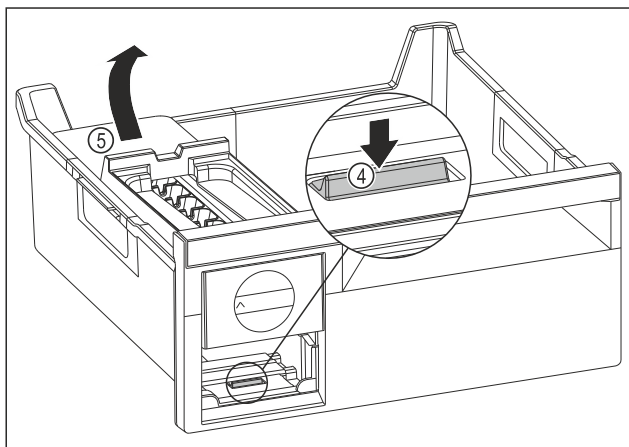

Fig. 197
- Izvadite tijelo sustava EasyTwist-Ice: Pritisnite jezičak Fig. 197 (4) prstom prema dolje i istovremeno drugom rukom podignite tijelo sustava EasyTwist-Ice Fig. 197 (5) straga.